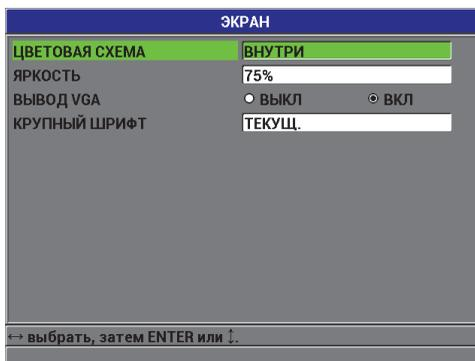

Рис. 3-4 Окно настроек ЭКРАНА
2. В окне **ЭКРАН** (см. Рис. 3-4 на стр. 65) выберите необходимый параметр и его значение: